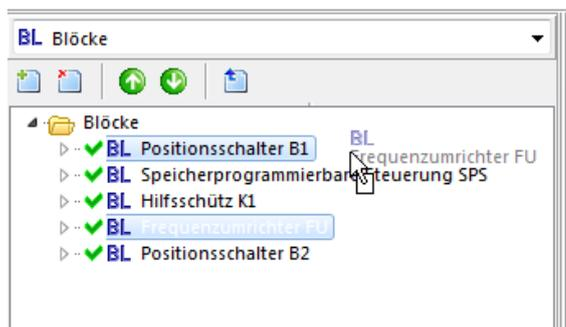

Abbildung 33: Objekt per „Drag and Drop“ umsordieren
- Verschieben eines Objektes per „Drag and Drop“ (wie in Abschnitt 9.2.4 beschrieben): Das zu sortierende Objekt wird beim Ablegen auf ein anderes Objekt – abhängig von dessen Listenposition – darüber oder darunter einsortiert (in Abbildung 33 wird der Block „FU“ vor „B1“ einsortiert).